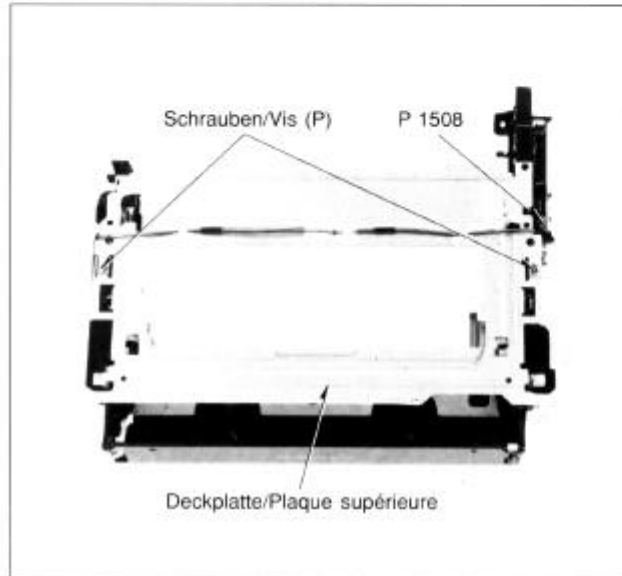

Fig. 19
2. Die zwei Schrauben (P) Fig. 19 entfernen.
3. Den Stecker P 1508 ziehen und die Deckplatte vom Kassettenfach abnehmen. Fig. 19
2. Retirer les 2 vis (P). Fig. 19
3. Retirer le connecteur P 1508 ainsi que la plaque supérieure du logement de cassette. Fig. 19